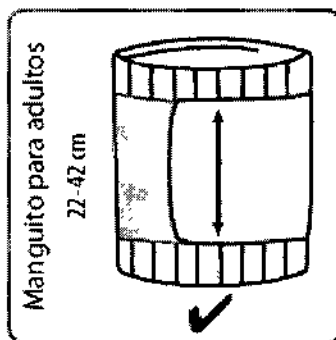

Fig. 5
6. El manguito estará listo para usar si las puntas de las flechas coinciden con el patrón de rayas de la otra parte del manguito una vez que se ajusta éste alrededor del brazo (Fig. 5).